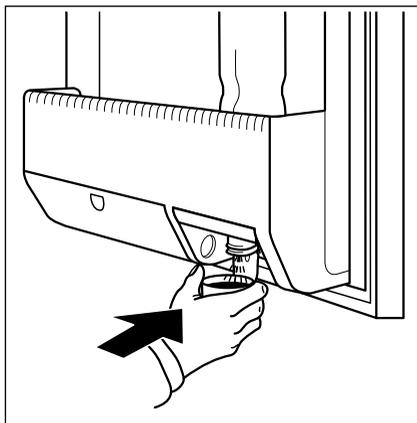

Fig. 18
- ❑ Premere con il bicchiere contro la linguetta dosatrice e riempire il bicchiere (**Fig. 18**).